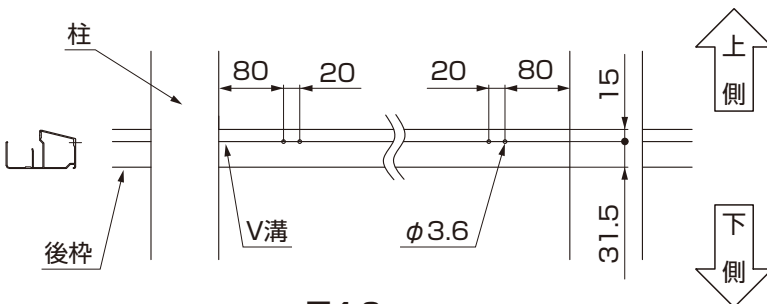

図4-3
- ① 後枠の側面にφ3.6の孔をあけてください。(図4-3参照)